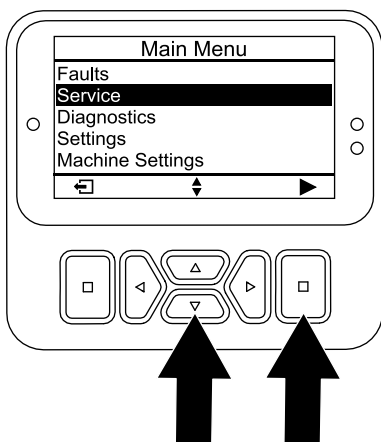

Figura 119
3. Pulse el botón Bajar hasta que quede seleccionada la opción MANTENIMIENTO, luego pulse el botón Seleccionar (Figura 119).